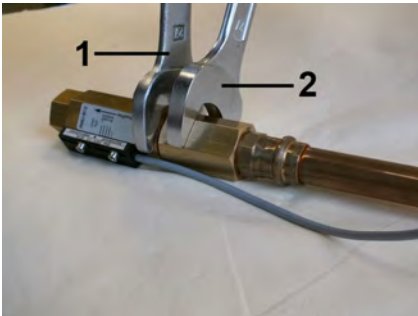

Abb. 14: Gerät einschrauben (Eingang)
3. ➤ Übergangsverschraubung (Abb. 14/2) unter Gegenhalten des Gerätekörpers (Abb. 14/1) weiter eindrehen, bis die Verbindung dicht ist